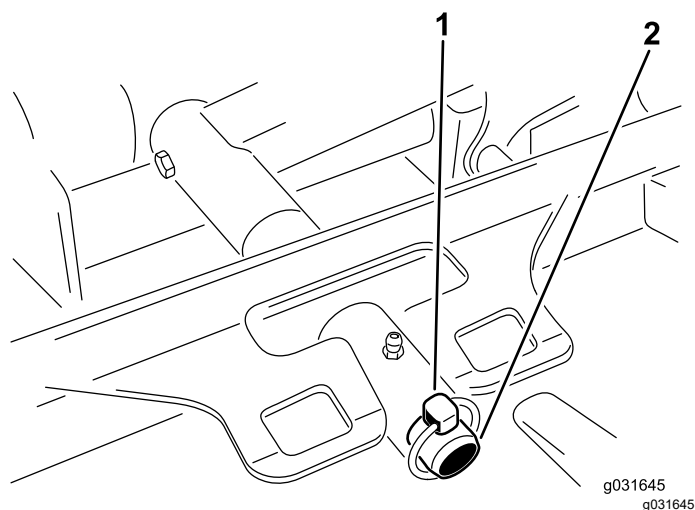

Figure 68
3. Retirez la goupille à anneau ou l'écrou de retenue qui fixe le bâti porteur de l'unité de coupe à l'axe de pivot du bras de levage (Figure 68).
3. Poussez le bâti porteur de l'unité de coupe sur la tige de pivot et fixez-le avec une goupille à anneau ou l'écrou de retenue (Figure 68).